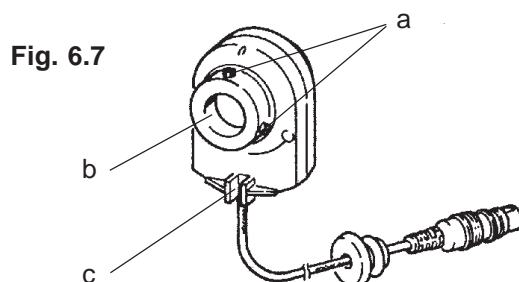

Fig. 6.7
- La fig. 6.7 rappresenta la vista anteriore dell'IWG, il quale viene inserito sul perno di alloggiamento della manopola e bloccato con due brugole (a).